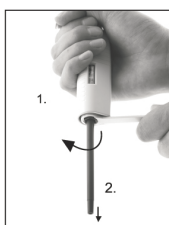
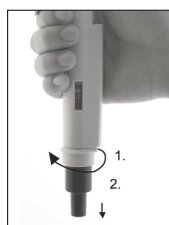

Fig.9
Fig.10
4. Coloque el extremo en forma de llave de la herramienta de apertura sobre el cono de punta, girando en sentido anti-horario. No utilice otras herramientas (Fig.9). El cono de la micropipeta de 5 ml se quita girando el cono en sentido anti-horario. No utilice para esta micropipeta ninguna herramienta (Fig.10).